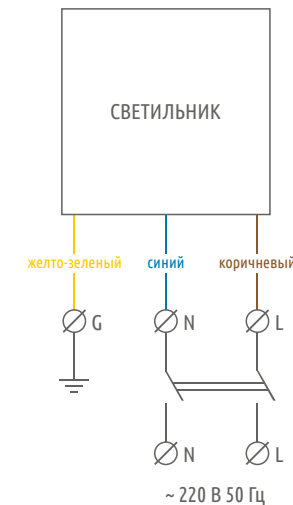

Рис. 2. Схема подключения светильника.
- Подключить электропитающий провод к клеммной колодке согласно рис.2.